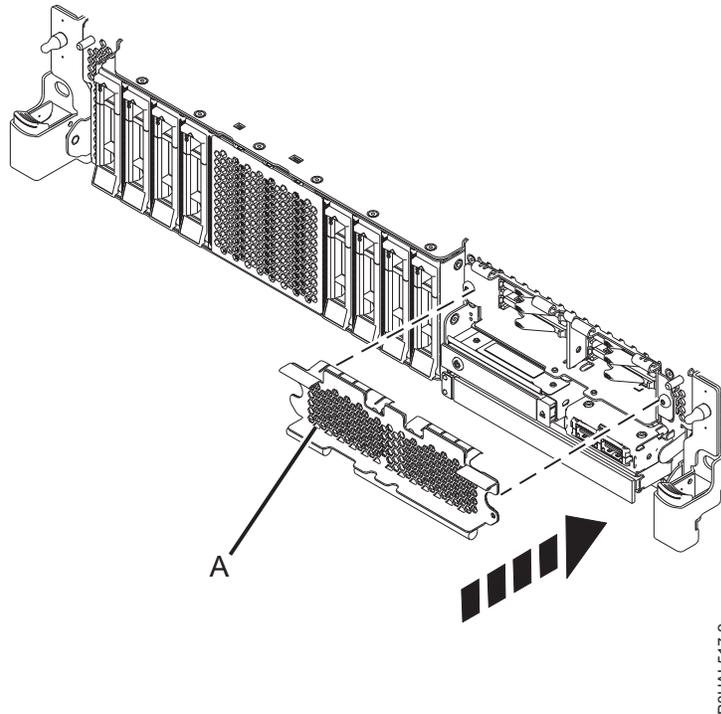

Figura 57. Cobrir a estrutura de SSD num sistema função expandida
3. Caso seja aplicável, cubra a estrutura de SSD com a placa perfurada (**A**) conforme demonstrado em Figura 57 na página 62.